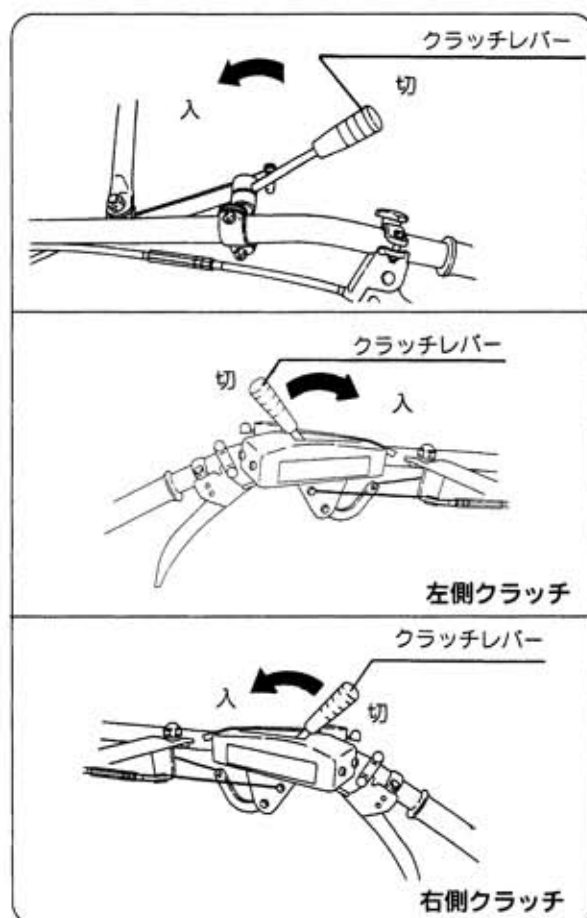

図31
5) ロータリクラッチレバー操作(図31)
- ① 本機(ティラー)の移動、走行の際は「切」位置にします。
- ② 作業の際は「入」位置にします。